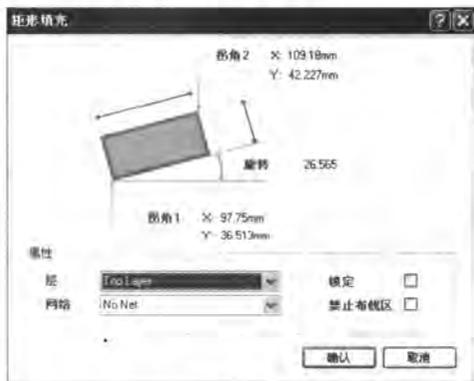

图 8-78 矩形填充属性设置
- [6] 双击所放置的矩形填充，打开如图 8-78 所示的【矩形填充】属性对话框。在该对话框内，可以详细设置矩形填充的有关属性。